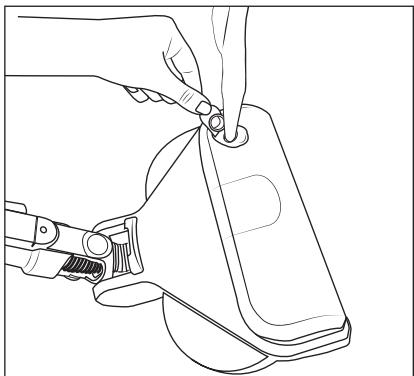

Fig. 16
- 1) Hold på lukkeflappen ③ på beholderen til rent vand ② med fingrene, og træk lukkeflappen ud af påfyldningsåbningen til beholderen til rent vand ② oppefra (se fig. 16).
- 2) Hæld vand fra vandhanen eller destilleret vand i beholderen til rent vand ② (se fig. 16).
- 3) Luk påfyldningsåbningen til vandbeholderen til rent vand ② igen ved at trykke lukkeflappen ③ fast ind i påfyldningsåbningen.